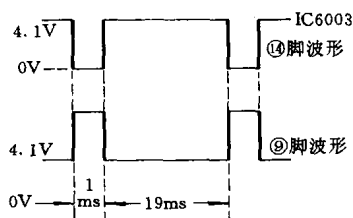

图 6
那么⑭脚、⑨脚电位又是有谁提供呢?由原理图可知,它是由微处理 CPU⑦脚所输出的检测灯驱动脉冲兼做此项功能的。⑦脚输出脉冲的波形和转换开关 IC⑭、⑨脚脉冲波形在原理图中都已注明。由图可知,在正常情况下,⑭脚和⑨脚电位只能一高一低,即不能同时高,亦不能同时低。画在一起,见图 6。